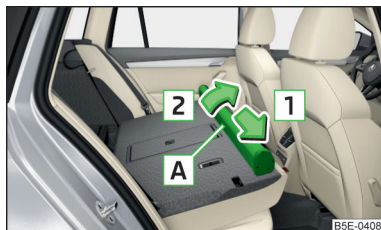

Fig. 132
- Desplace la carcasa de la red de separación **[A]** en el sentido de la flecha **[1]** y sáquela de los alojamientos en los asientos traseros en el sentido de la flecha **[Z]** » fig. 132.
- Desplace la carcasa de la red de separación en el sentido contrario al de la flecha **[1]** » fig. 132 hasta el tope.